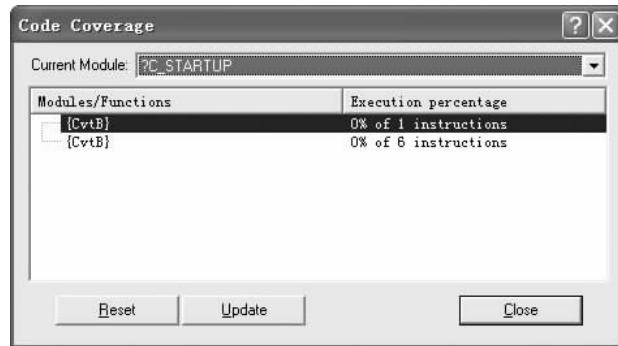

图 2-11 代码覆盖窗口
(5)代码覆盖窗口。View 菜单中的 Code Coverage Window 选项用于代码覆盖窗口的显示/隐藏切换。选择该选项，弹出如图 2-11 所示代码覆盖性能分析窗口。性能分析窗口中显示的是指定程序模块的代码执行情况。在 Current 文本框内输入指定的程序模块名，该模块中各函数包含的指令条数及其已经被执行指令的百分数将会在窗口中显示出来。Update 按钮用于对显示值进行更新，Reset 按钮用于复位被执行指令的百分数。